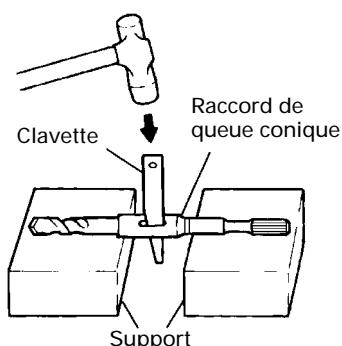

Fig. 12
- (1) Installer la mèche à queue conique dans le raccord de queue conique.
- (2) Mettre l'appareil sous tension et percer un trou de base.
- (3) Après avoir retirer la poussière avec une seringue, fixer le mandrin à la pointe du sabot et l'enfoncer dans le sabot avec un marteau.
- (4) Pour retirer la mèche à queue conique, insérer une clavette dans la fente du raccord de queue conique et frapper sur la clavette avec un marteau. (Fig. 12)